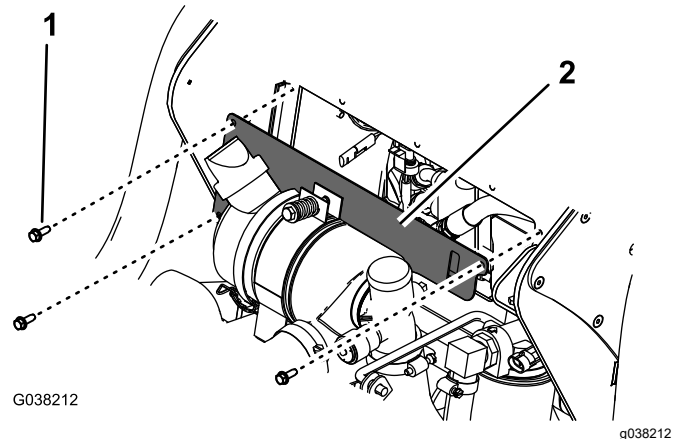

Figura 4
1. Retire los 3 tornillos de caperuza con arandela prensada ($\frac{1}{4}$ " x $\frac{3}{4}$ ") que fijan la parte delantera de la chapa de cierre del bastidor del panel de control y retire la chapa de cierre (Figura 4).